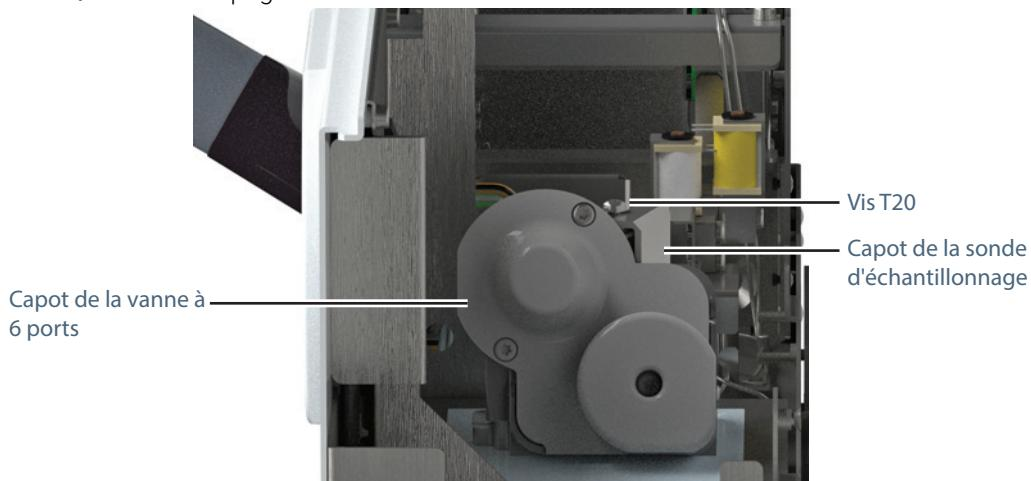

Figure 17. Capots de la vanne et de la sonde d'échantillonnage
- 5 Retirez le capot de la vanne/boucle (**Figure 17**). Voir la section "**Retirer le capot de la vanne/boucle**" à la page 19.